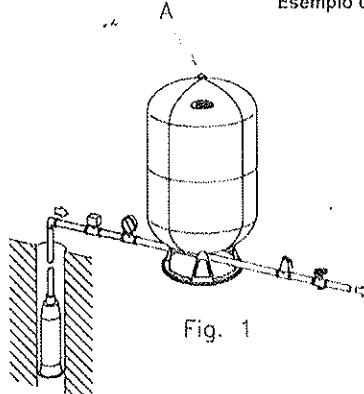

Fig. 1
6. Der Einbau eines Sicherheitsventils, auf den Maximalbetriebsdruck der Anlage geeicht, wird empfohlen. Das Sicherheitsventil und das Manometer sind in Übereinstimmung mit dem Buchstaben "A" in den Abb. 1 und 2 zu positionieren; im gegenteiligen Fall muß die Stützstange der Membrane mit einem $\frac{1}{2}$ Pforden geschlossen werden.